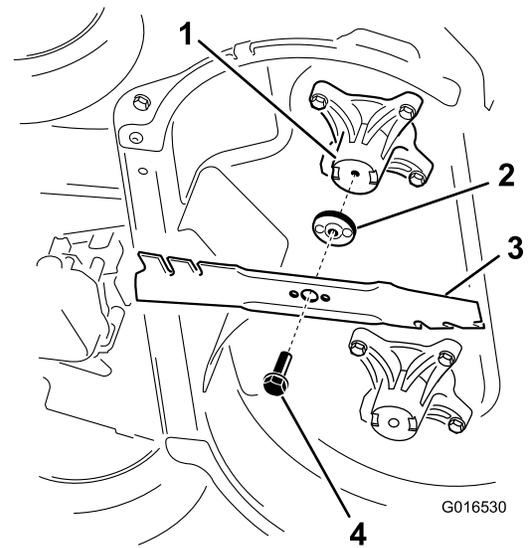

Figura 33
1. Instale la primera cuchilla en posición horizontal, junto con todos los herrajes de montaje, según se muestra en Figura 33.
2. Retire cada cuchilla, según se muestra en Figura 33.